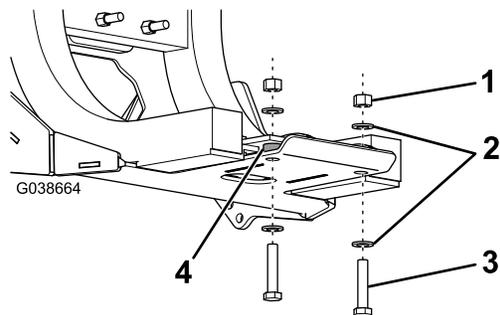

Figure 2
- Fixez l'arrière de la plaque de protection du chasse-neige au véhicule à l'aide de 2 boulons (M12), 4 rondelles, 2 entretoises et 2 écrous (M12) serrés à la main (Figure 2).